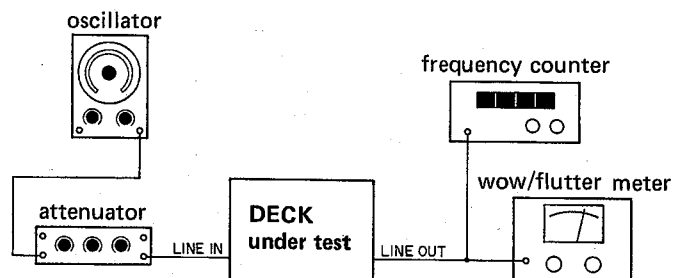

Fig. 4-7
1. Connect a frequency counter to either one of LINE OUT jacks. Refer to fig. 4-7.
1. 周波数カウンタを LINE OUT ジャックのいずれかに接続する (図4-7参照)
1. Connect a wow and flutter meter to the deck as shown in fig. 4-7.
1. 図4-7のようにワウ・フラッタ・メータをデッキに接続する。